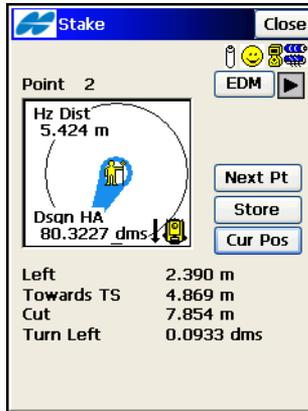

Abbildung 9-6. TS-Absteckung
8. Im TS-Modus zielen Sie das Prisma an. Verwenden Sie im Fenster **Abstecken** (Abbildung 9-6 auf Seite 9-5) die Schaltfläche **Akt Pos**, um eine Messung auszuführen und die aktuelle Position in Relation zur Sollposition des Absteckpunktes anzuzeigen. Über die Schaltfläche **EDM** können Sie den Streckenmessmodus wechseln (*Grob*, *Fein* oder *Coarse Tracking*). Tippen Sie auf **Mess**, sobald die aktuelle Position dicht genug am gesuchten Punkt liegt. Mit **Mess** wird eine Messung ausgelöst, bei der die berechneten Koordinaten als Punkt gespeichert werden. Tippen Sie auf **Nächster**, um den nächsten Punkt des Datensatzes zu wählen.